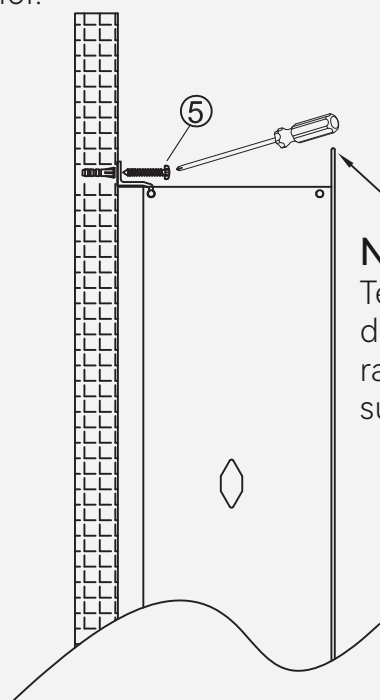

Fig 13
6. Vuelva a montar el gabinete y conéctelo con tornillos #10x 1 1/2" ⑤ (Fig 13). Tenga cuidado de no dañar ni raspar el faldón superior.